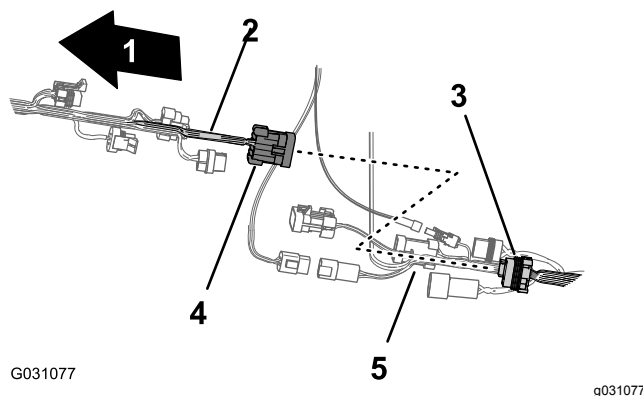

图 91
5. 把用于打药车线束互连的前线束 10 针接头连接至用于打药车线束互连的后线束 10 插槽接头图 91。